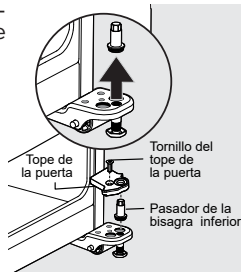

figura 4
- Retire el tornillo del tope de la puerta con un destornillador Phillips (consulte la figura 4).
- Desenrosque el pasador de la bisagra inferior de la posición derecha usando una llave ajustable (consulte la figura 4).